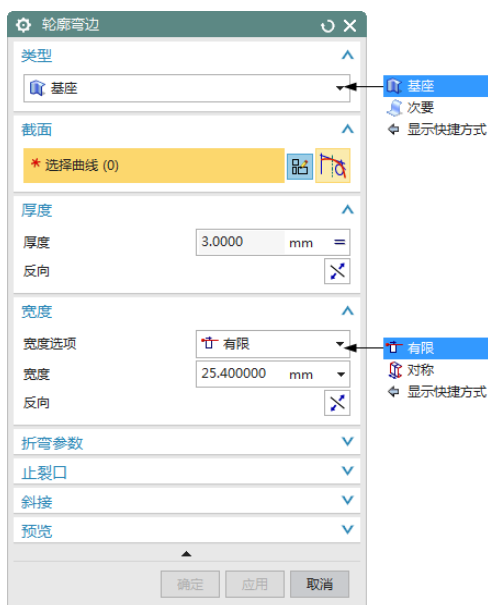

图 3-22 “轮廓弯边”对话框
选择“菜单(M)”→“插入(S)”→“折弯(N)”→“轮廓弯边(C)”, 或者单击“主页”选项卡“折弯”面组上的“轮廓弯边”按钮, 打开如图 3-22 所示的“轮廓弯边”对话框。
(1) 选择曲线：用来指定使用已有的轮廓来创建轮廓弯边特征，在如图 3-22 “轮廓弯边”对话框为默认选项，即默认选中  图标。
(2) 绘制草图：在“轮廓弯边”对话框中单击  按钮，可以在参考平面上绘制开轮廓草图来创建基部轮廓弯边特征。选择轮廓弯边所在的草绘平面。通常在边上选择一个点，草绘平面通过所选中的点，并垂直于所选择的边。